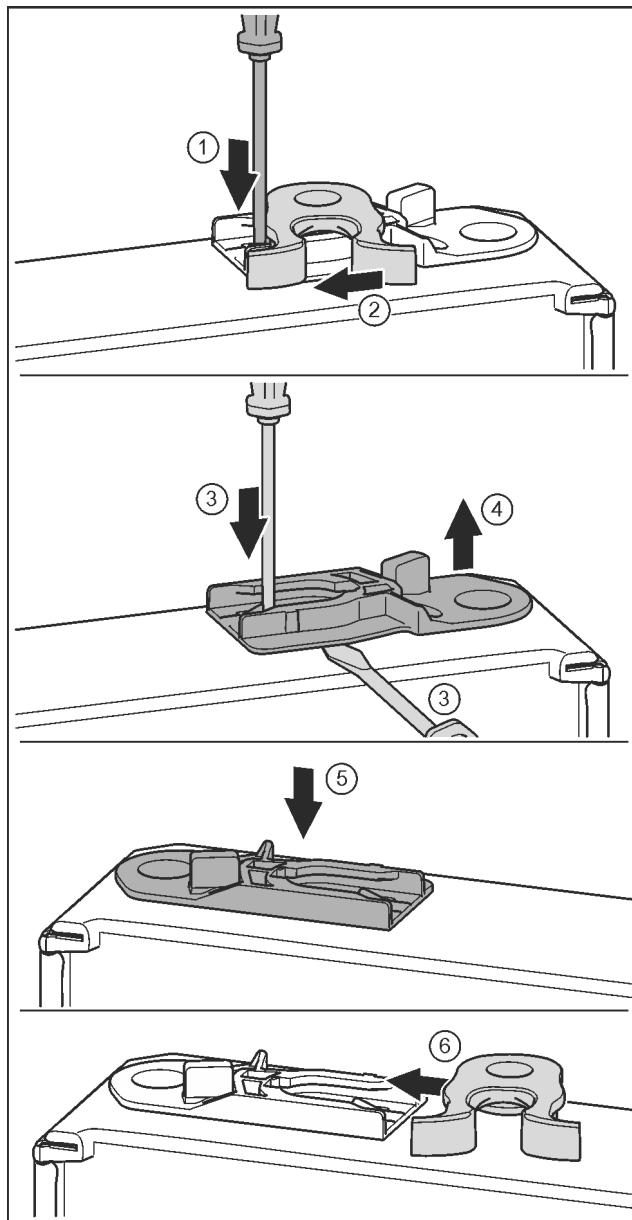

Fig. 20
- Odvijačem s prorezom pritisnite jezičac prema dolje. Fig. 20 (1)
- Izvucite kuku za zatvaranje iz vodilice. Fig. 20 (2)
- Izvucite čahuru za vođenje: Odvijačem s prorezom pritisnite jezičac i istovremeno umetnите odvijač s prorezom ispod čahure za vođenje. Fig. 20 (3, 4)
- Gurnite čahuru za vođenje koja je uključena u isporuku na drugoj strani uređaja. Fig. 20 (5)
- Gurnite kuku za zatvaranje u vodilicu. Fig. 20 (6)